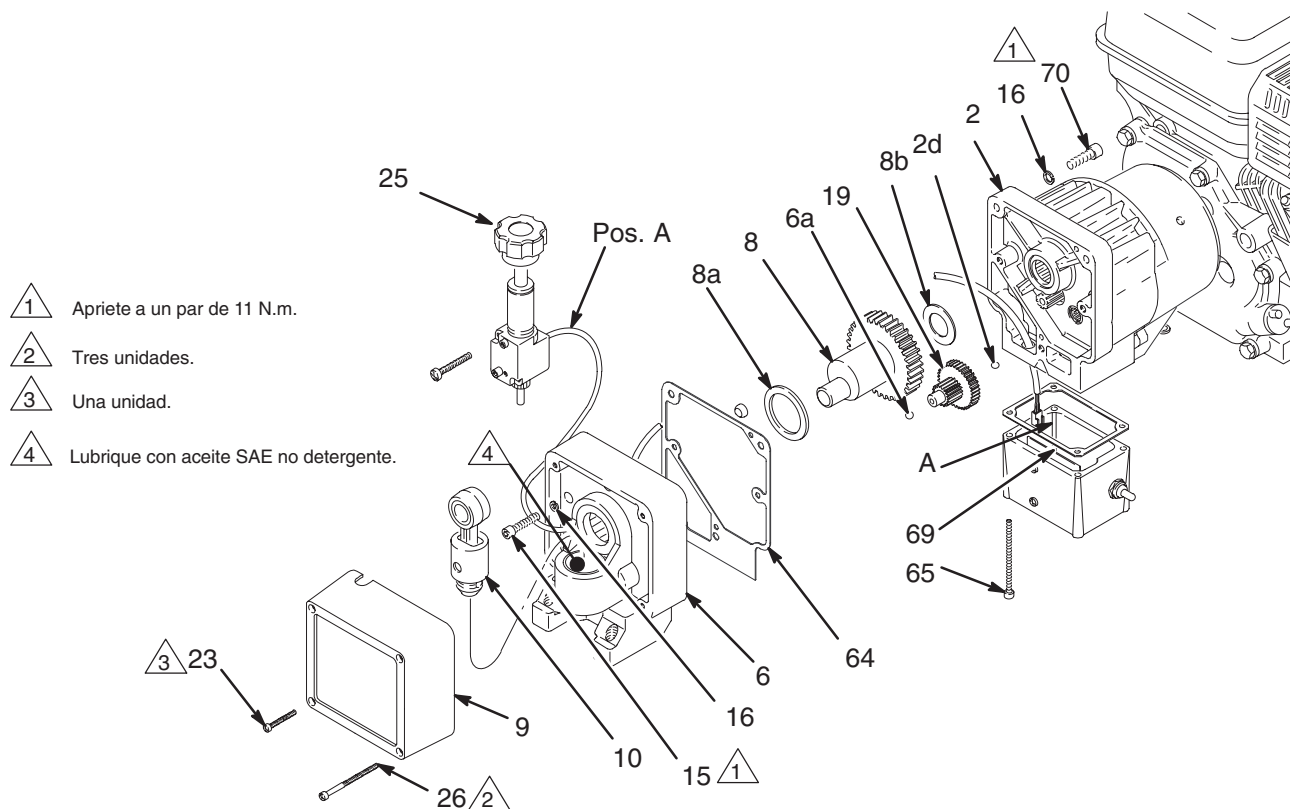

Fig. 8
2. Desmonte el dispositivo de control de la presión (25). Vea la página 23.
3. Saque los tres tornillos del alojamiento de impulsión y las arandelas de seguridad (15, 16). Vea la Fig. 8 en la página 22.
4. Saque los dos tornillos del alojamiento del piñón (69) y las arandelas de seguridad (16). Vea la Fig. 8 en la página 22.
5. Afloje el alojamiento de impulsión (6) golpeando ligeramente la parte inferior del mismo con un mazo de plástico. Saque el alojamiento de impulsión del alojamiento del piñón.